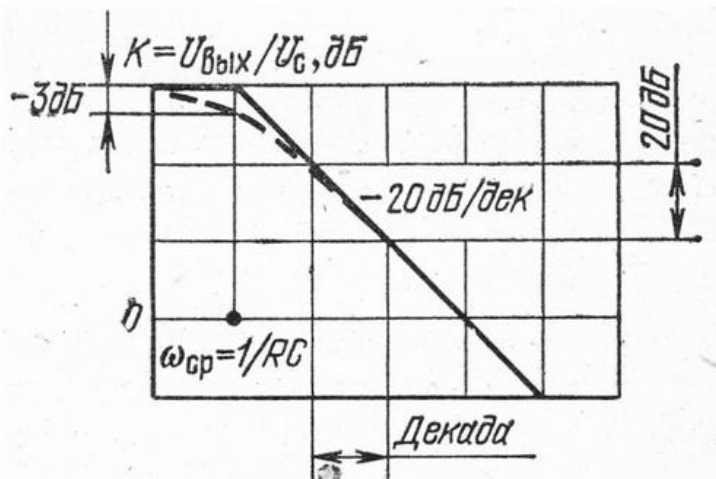

Рис.4. АЧХ: Частота среза, крутизна спада
- **Крутизна спада АЧХ** – это отношение уменьшение коэффициента усиления к частоте, выраженное в логарифмическом масштабе $\left[\frac{\text{дБ}}{\text{декада}^1}\right]$, примерно равное отрицательной величине $-20\left[\frac{\text{дБ}}{\text{декада}}\right]$ (рис.4.).